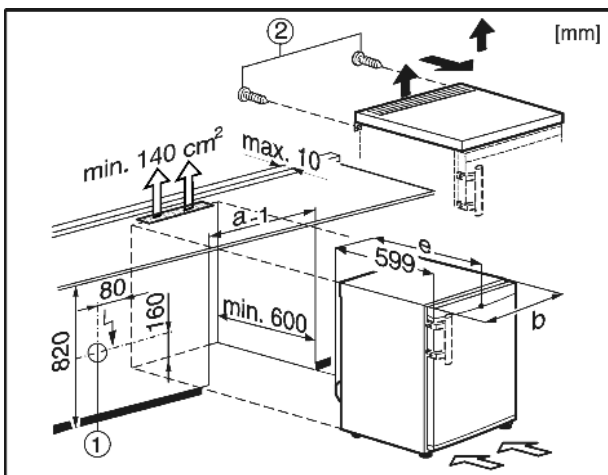

Fig. 9
La prise Fig. 9 (1) ne doit alors pas se trouver à l'arrière de l'appareil pour être facilement accessible.
- Retirez les vis Fig. 9 (2) à l'arrière.